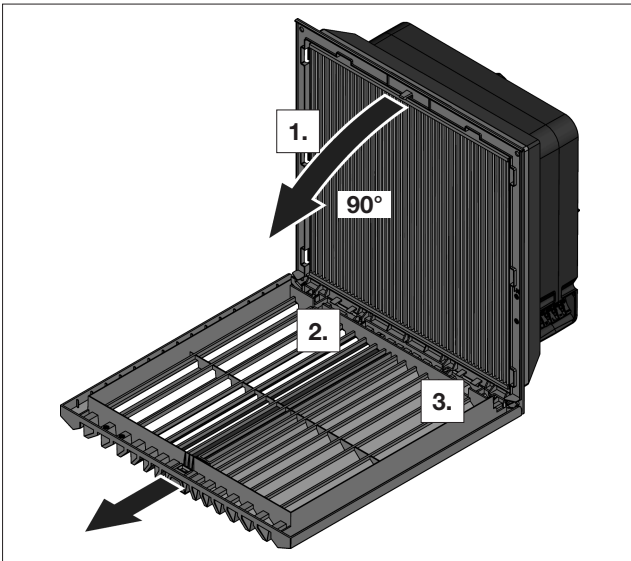

Abb. 2: Lamellengitter abnehmen und montieren
- Um die unteren Bohrungen zu setzen, muss das Lamellengitter wie in Abb. 2 dargestellt abgenommen werden. Hierzu zunächst die eine Scharnierseite lösen und dann die andere.